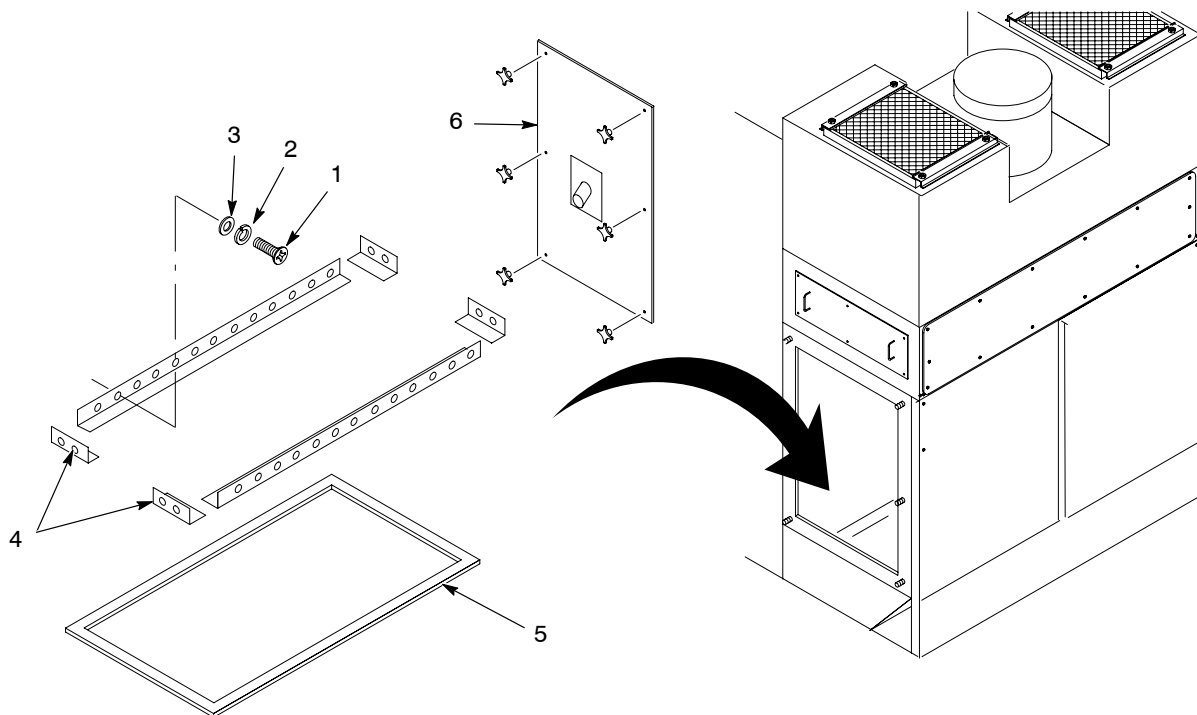

Рис. 15 Пластина псевдооживления сборника, замена
3. См. рис. 15. Снять сервисную панель патронных фильтров (6) и удалить остатки порошка пылесосом.
4. Вывернуть винты, снять стопорные шайбы и плоские шайбы (1, 2, 3) крепления шести монтажных уголков (4).
5. Снять монтажные уголки и пластину псевдооживления (5).